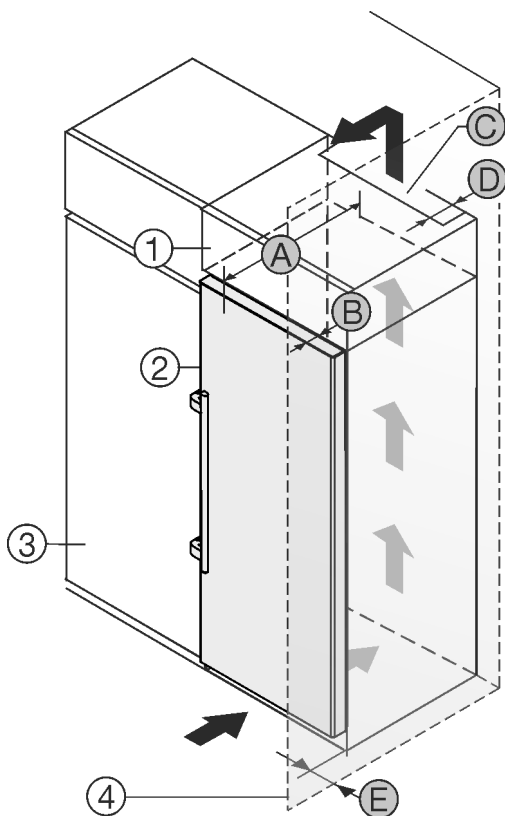

Fig. 2
- (1) Nástavná skříňka *
(2) Přístroj *
(3) Kuchyňská skříň *
(4) Stěna *
(5) Hloubka přístroje *
(6) Hloubka dveří *
(7) Ventilační průřez *
(8) Vzdálenost zadní strany přístroje *
(9) Vzdálenost k zadní straně přístroje *
Můžete přístroj nainstalovat přímo vedle kuchyňské skříňky Fig. 2 (3).*
Na zadní straně nástavné skříňky musí být větrací šachta hluboká Fig. 2 (D) přes celou šířku nástavné skříňky.*
Pod stropem místnosti musí být dodržen ventilační průřez Fig. 2 (C).*
Když přístroj instalujete závěsy vedle stěny Fig. 2 (4), musí být vzdálenost mezi přístrojem a stěnou minimálně 57 mm . To odpovídá přesahu madla při otevřených dveřích.*
Aby bylo možné dvířka plně otevřít, musí přístroj přesahovat o hloubku dveří Fig. 2 (B) vůči přední linii kuchyňské skříňky. V závislosti na hloubce kuchyňských skříněk Fig. 2 (3) a použití vymezočů odstup od stěny může přístroj vyčnívat dále.*